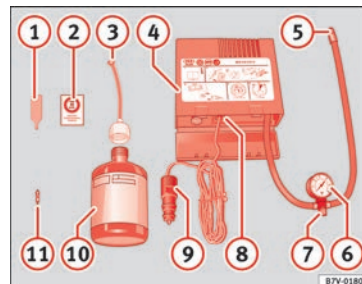

Fig. 48 Representación estándar: contenido del kit antipinchazos.
- Desenrosque la caperuza y el obús de la válvula del neumático. Utilice el aparato » fig. 48 ① para extraer el obús. Colóquelo en una superficie limpia.
- Agite con fuerza la botella de sellante de neumáticos » fig. 48 ⑩.
- Enrosque el tubo de inflado » fig. 48 ③ en la botella de sellante. El precinto de la botella se romperá automáticamente.
- Retire el tapón del tubo de llenado » fig. 48 ③ y enrosque el extremo abierto del tubo en la válvula del neumático.
- Vuelva a colocar el obús con el aparato » fig. 48 ① en la válvula del neumático.
- Enrosque el tubo de inflado del neumático del compresor » fig. 48 ⑤ en la válvula del neumático.
- Compruebe que el tornillo de evacuación de aire está cerrado » fig. 48 ⑦.
- Acople el conector » fig. 48 ⑨ a toma de corriente de 12 voltios del vehículo » pág. 127.
- Conecte el compresor de aire con conmutador ON/OFF » fig. 48 ⑧.